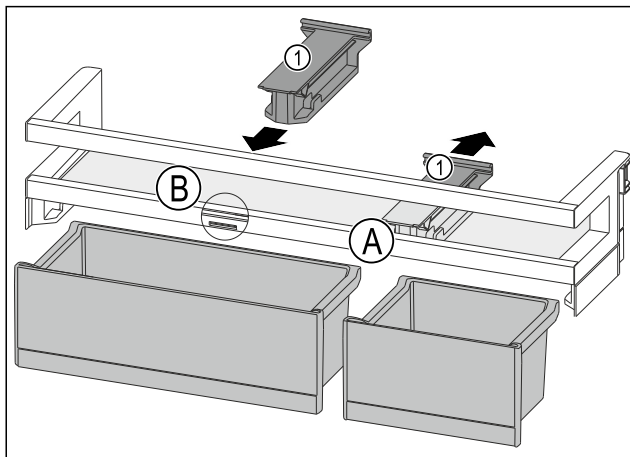

Fig. 94
- Bevestigingsdeel Fig. 94 (1) in positie Fig. 94 (A) naar achteren wegtrekken.
- Bevestigingsdeel Fig. 94 (1) in positie Fig. 94 (B) plaatsen.